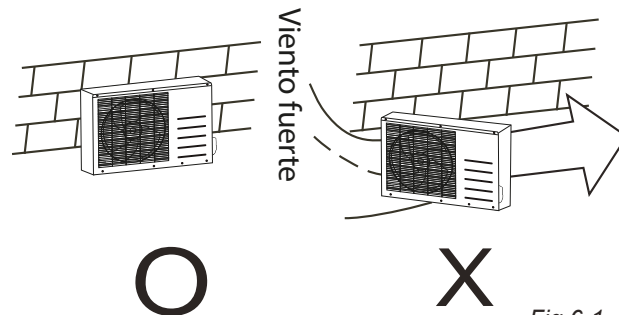

Fig.6-1
- En el caso de que el lugar de instalación esté expuesto a fuertes vientos, como una playa, asegúrese de que el ventilador funcione correctamente al poner la unidad longitudinalmente a lo largo de la pared o utilice un escudo para el polvo. (Consulte Fig. 6-1).